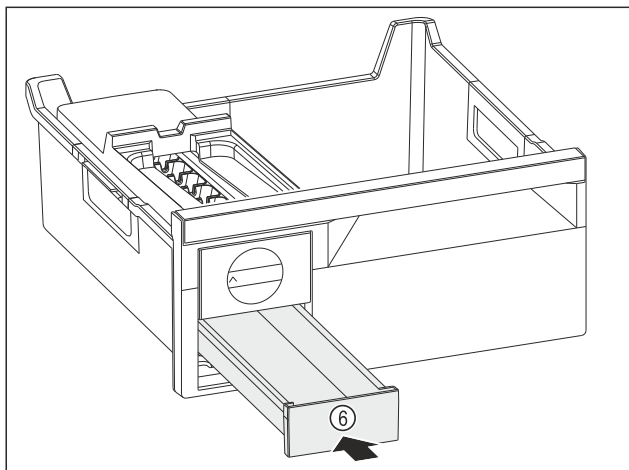

Fig. 109
- Umetnite Fig. 109 (6) pretnac za kockice leda.